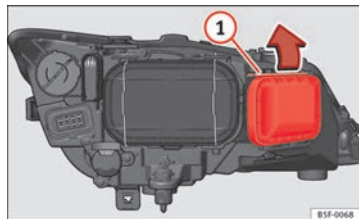

Abb. 136 Glühlampe für Blinklicht
- Verschieben Sie die Strebe ⇒ Abb. 136 ① in Pfeilrichtung und nehmen Sie den Deckel ab.